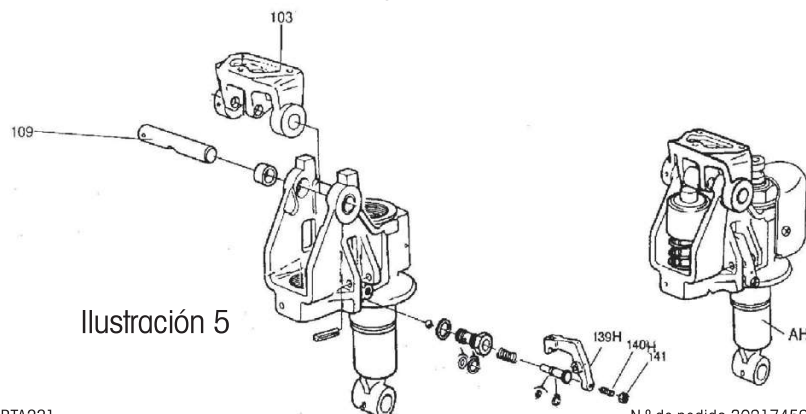

Ilustración 5
2. Coloque el manillar en la base. Tenga cuidado al pasar el cable de remolque por el centro de la base y el orificio previsto en el eje (ver ilustración 5, 109).
4. Eleve el enlace del cigüeñal y coloque el pin del cable de remolque en la ranura del enlace (ver ilustración 3 más abajo e ilustración 5, 139H).
1. Apriete el tornillo de ajuste (ver ilustración 5, 140H) en el enlace del cigüeñal hasta que funcione la posición BAJAR.
6. Asegure el tornillo de ajuste apretando su tuerca (ver ilustración 5, 140H y 141).